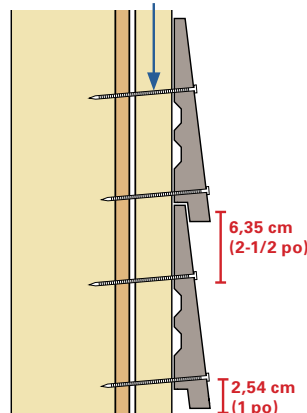

Fig. 16
- Pour un revêtement biseauté, clouez à 2,54 cm (1 po) du bas et à 6,35 cm (2-1/2 po) du bord supérieur de la planche selon un angle de 20 degrés, pour empêcher le bombement. *(Voir la figure 16)*